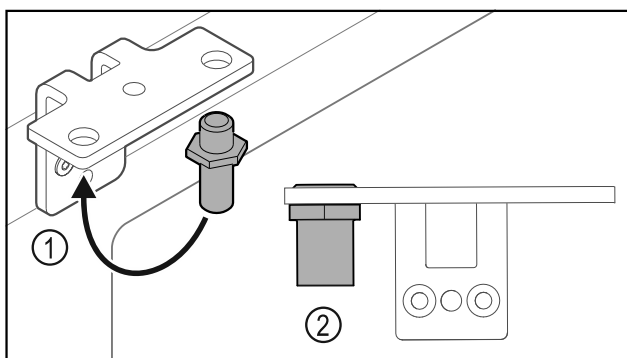

Fig. 33
- ▶ Prestavite sornik v kotniku tečajev vrat Fig. 33 (1).
- ▶ Sornike Fig. 33 (2) zategnite z **zateznim momentom 12 Nm**.